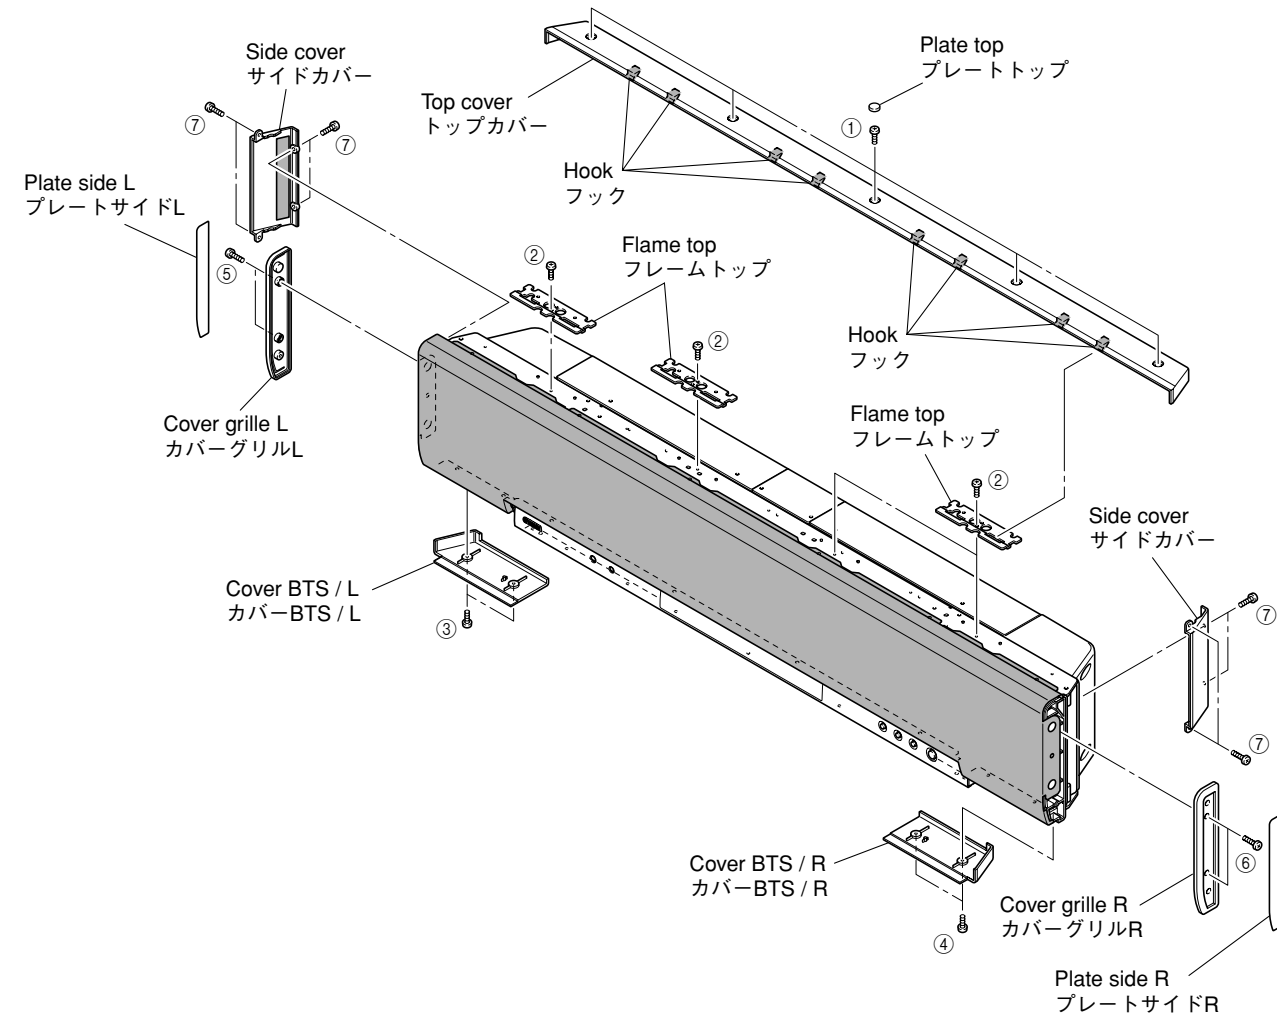

Fig. 1
- * To install the top cover, be sure to install 8 hooks at the front first and then install 5 screws (①). (Fig. 1)
- c. Remove 4 screws (②) and remove 4 top frames.
- d. Remove 2 screws (③) and then remove the cover BTS/L. (Fig. 1)
- e. Remove 2 screws (④) and then remove the cover BTS/R. (Fig. 1)
- f. Remove the plate side L. (Fig. 1)
- g. Remove the plate side R. (Fig. 1)
- h. Remove 2 screws (⑤) and then remove the cover grille L. (Fig. 1)
- i. Remove 2 screws (⑥) and then remove the cover grille R. (Fig. 1)
- j. Remove 8 screws (⑦) and remove 2 side covers. (Fig. 1)
- a. プレートトップを外し、①のネジ5本を外します。(Fig. 1)
- b. トップカバーの後ろを少し持ち上げ、フック8ヶ所を外し、後方へ取り外します。(Fig. 1)
- * トップカバーを取り付ける場合は、必ず前方のフック8ヶ所から取り付け、次に①のネジ5本を取り付けてください。(Fig. 1)
- c. ②のネジ4本を外し、フレームトップ4個を取り外しします。
- d. ③のネジ2本を外し、カバーBTS/Lを取り外します。(Fig. 1)
- e. ④のネジ2本を外し、カバーBTS/Rを取り外します。(Fig. 1)
- f. プレートサイドRを取り外します。(Fig. 1)
- g. プレートサイドLを取り外します。(Fig. 1)
- h. ⑤のネジ2本を外し、カバーグリルLを取り外します。(Fig. 1)
- i. ⑥のネジ2本を外し、カバーグリルRを取り外します。(Fig. 1)
- j. ⑦のネジ8本を外し、サイドカバー2個を取り外しします。(Fig. 1)